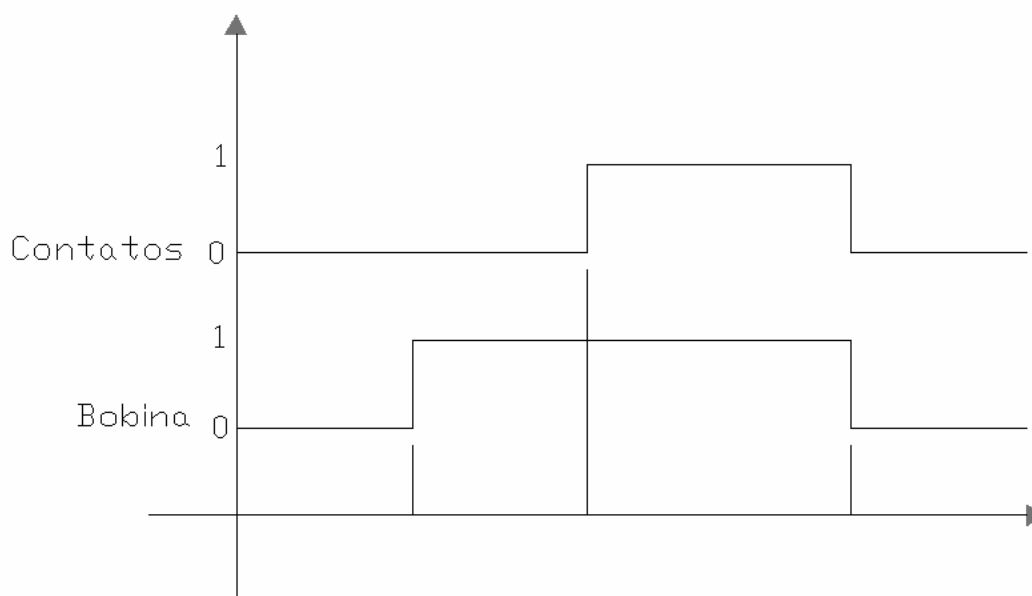

fig. 9 – Funcionamento do temporizador com retardo na ativação
**Temporizadores com retardo na ativação** – são aqueles que, uma vez energizada a bobina, após decorrido o tempo regulado, alteram o estado das suas saídas (fig. 9). São 256 temporizadores com retardo na ativação e usam sistema decimal para endereçamento precedido do termo TON (T de timer e ON do inglês ligar. Sua numeração vai de TON0 a TON255).